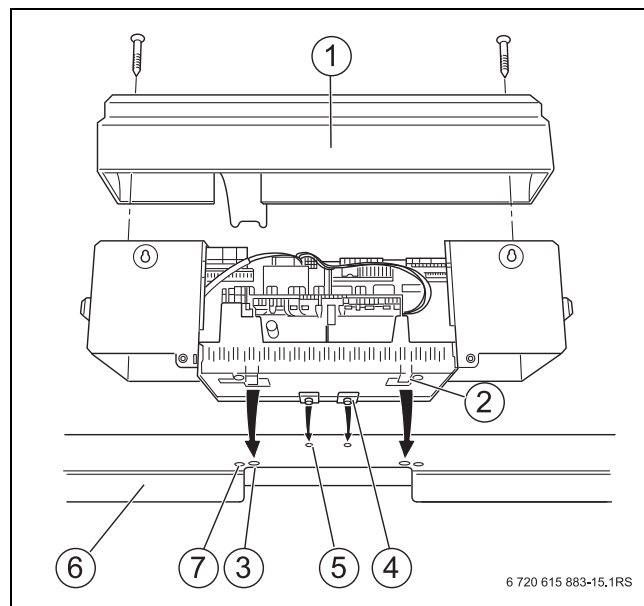

Fig. 27 Montarea automatizării
În fig. 27, pagina 27 sunt reprezentate cu vedere din spate automatizarea și capacul frontal [1].
- Montați din nou capacul detașabil pe aparatul de reglare (→ fig. 27, pagina 27).
- Asigurați capacul detașabil cu șuruburile automatizării (→ fig. 27, pagina 27).